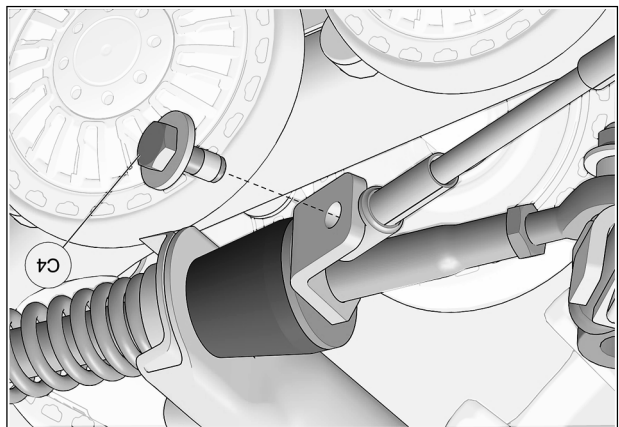

Fig. 24
18. Tourner légèrement le guidon dans le sens contraire jusqu'à ce que le câble puisse être fixé à la plaque de support en utilisant le boulon (C4) fourni. Serrer à un couple de 35 N•m [24 lb•pi]. Voir la Fig. 24. Effectuer le même exercice du côté droit.